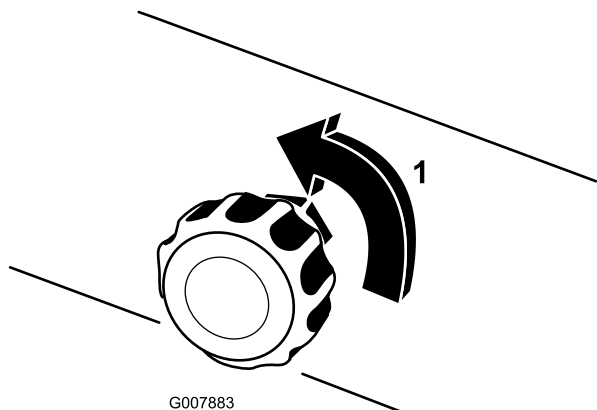

Figura 30
5. Per l'operazione iniziale, aprite la valvola di regolazione della densità della schiuma da 1/8 a 1/4 di giro (Figura 30).